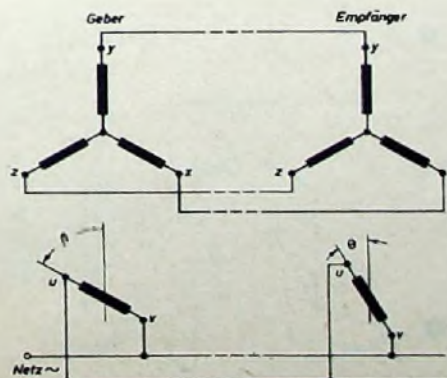

Bild 8. Grundsaltung zur Winkelübertragung mit Drehmelder-Geber und Momentanempfänger
Bild 8 zeigt die Schaltung der Drehmelder-Empfänger zur Fernübertragung von Winkelstellungen und Drehmomenten in Zusammenarbeit mit Drehmelder-Gebern. Die Statorklemmen x, y, z des Gebers und Empfängers sind über drei Fernleitungen
Die Wirkungsweise der Anordnung nach Bild 8 beruht auf dem Zusammenwirken der magnetischen Felder der Rotoren, die durch die Erregung aus dem Netz hervorgerufen werden, und denen der beiden Statoren. Diese Statorfelder entstehen durch Ausgleichströme, die in den Statorspulen und den Fernleitungen dann fließen, wenn die Winkelstellungen von Geber und Empfänger nicht übereinstimmen. Die Anordnung arbeitet folgendermaßen: Durch die Erregung der Rotoren von Geber und Empfänger mit Wechselspannung werden nach Gl. (2) in den drei Statorspulen der beiden Systeme Spannungen induziert, deren Amplituden gegenüber den Sternpunkten durch die Drehwinkel der beiden Rotoren bestimmt sind. Der Drehwinkel des Empfängers sei mit θ und der des Gebers mit β bezeichnet (dabei wird wie üblich eine dem Uhrzeigersinn entgegengesetzte Drehung als positiv angenommen). Die Statorspannungen von Geber und Empfänger kann man außer nach Gl. (2) auch nach Bild 5 bestimmen³⁾. Da die gleichlautenden Statorklemmen am Geber und Empfänger miteinander verbunden sind, wirken die in den beiden Systemen induzierten Spannungen einander entgegen, und in den drei Statorstromkreisen und damit in den Stator-